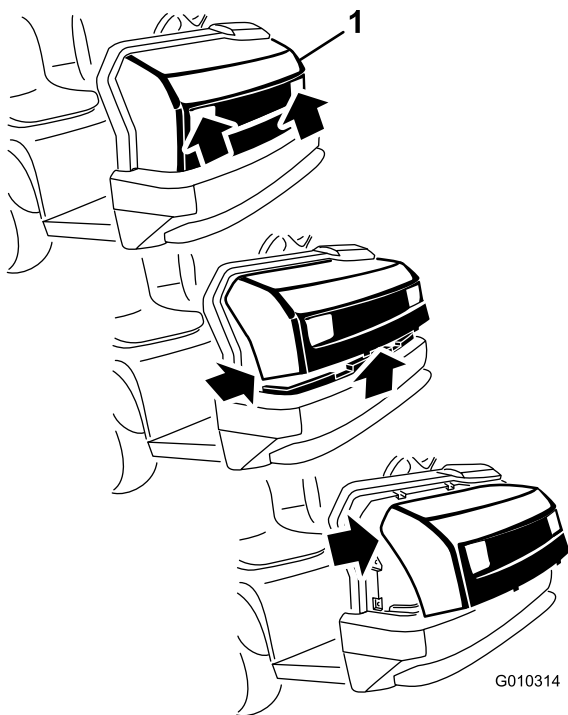

Figura 1
6. Sujete el capó por los orificios de los faros y levántelo para poder liberar las pestañas de montaje inferiores de las ranuras del parachoques (Figura 1).
7. Gire hacia arriba la parte inferior del capó hasta que pueda retirar las pestañas de montaje superiores de las ranuras del chasis (Figura 1).
8. Gire hacia adelante la parte superior del capó y desenchufe los conectores de cables de los faros (Figura 1).